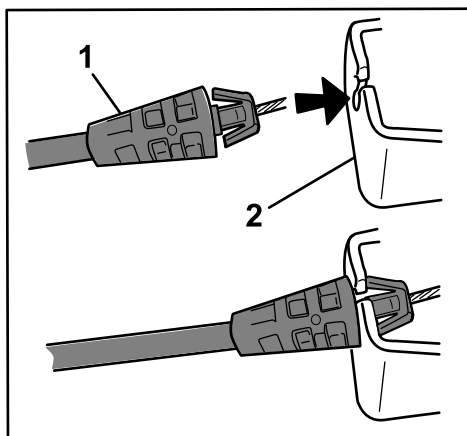

Figure 3
5. Insérez l'ancrage du câble dans le trou du support du carter de la boîte de vitesses, comme montré à la Figure 3.